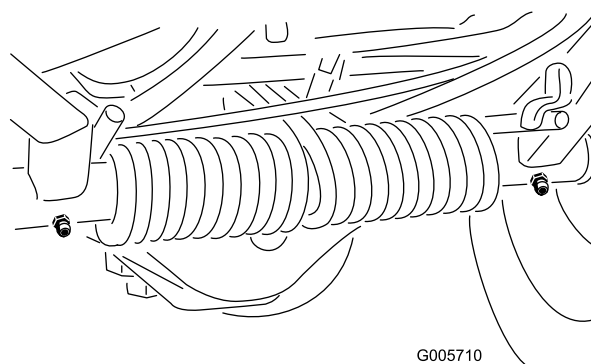

Figura 36
- Casquilhos articulados do braço (Figura 36)